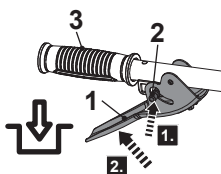

Fig. 22, engatar as ponteiros
1. Prima o botão de desbloqueio (2) para baixo e segure-o na posição (fig. 22, passo 1)
2. Aperte a alavanca da embraiagem (1) contra a pega aderente (3) para engatar as ponteiros (fig. 22, passo 2). Segure-a na posição durante a operação.